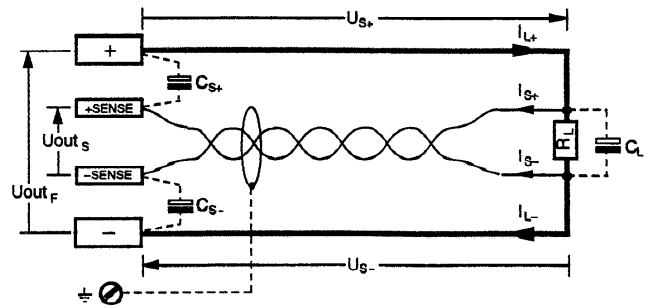

Bild 2.3 Lastanschluss mit Fühlerbetrieb
- Für den Betrieb mit Fühlerleitungen gelten die im **Bild 2.3** aufgeführten **Parameter** und **Grenzwerte**.
- Durch je einen Kondensator (C_{S+}, C_{S-}) zwischen **SENSE-** und **Ausgangsklemme** (siehe Bild 2.3) können Sie den Regelschwingungen entgegenwirken.